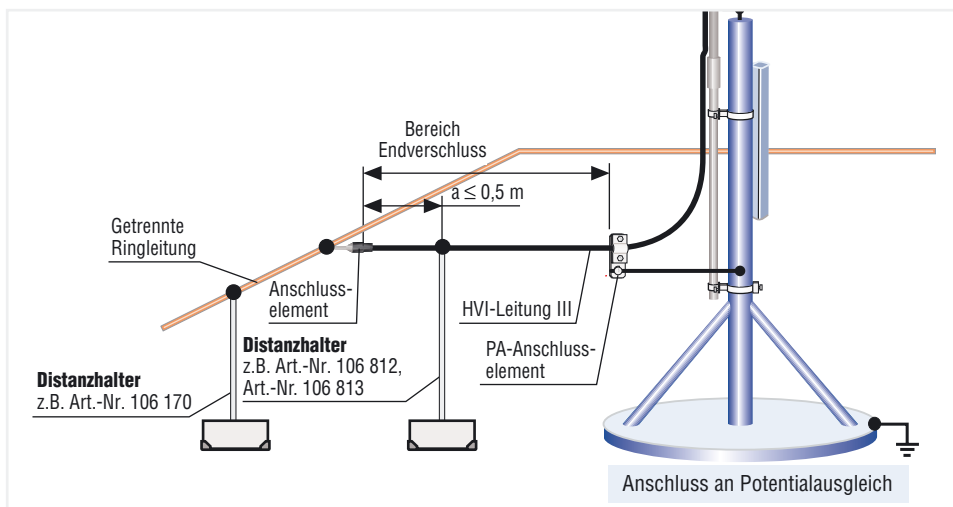
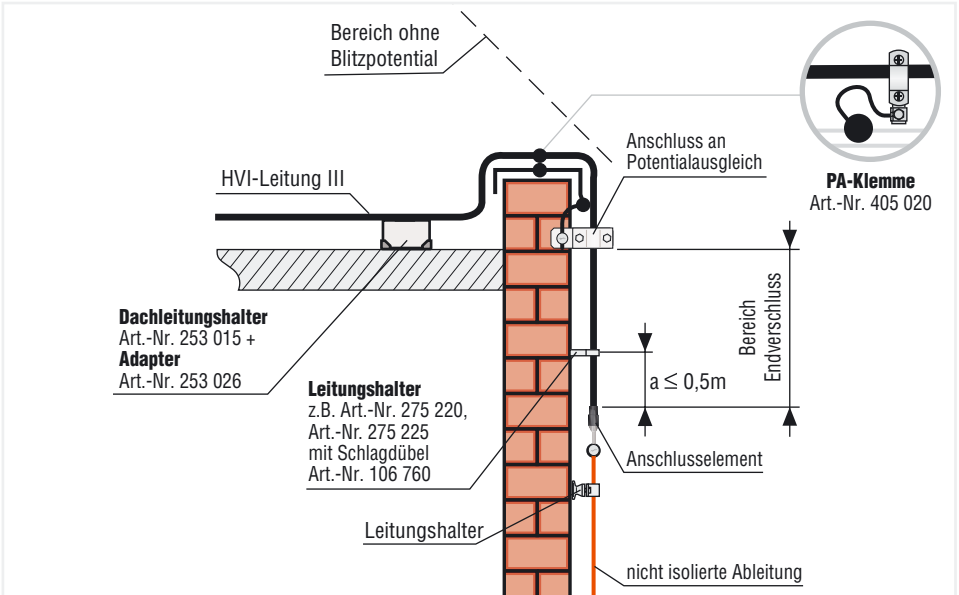

Bild 4 Anschluss HVI-Leitung III an "Getrennte Ringleitung"
Bild 5 Übergang HVI-Leitung III auf nicht isolierte Ableitung
Die HVI-Leitung III wird dort eingesetzt, wo z.B. mehrere zu schützende Anlagenteile nicht einzeln, sondern gemeinsam über eine "Getrennte Ringleitung" mit der Erdungsanlage des Gebäudes verbunden werden (*Bild 4, und Abschnitt 7 "Getrennte Ringleitung"*)
Der Anschluss des Anschlusselementes erfolgt an eine Getrennte Ringleitung (Bild 4) oder eine nicht isolierte Ableitung (Bild 5).
- Die Befestigung nur im Bereich bis $a \leq 0,5$ m, vom Kopfstück aus gemessen, zulässig ist (Bild 4 und 5).